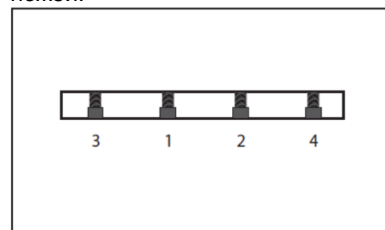

Рис. 40 Последовательность затяжки винтов клина
8. Поверните ножевой вал до первого ножа, с которого вы начали. Слегка затяните все винты, начиная с середины и продвигаясь к концам, чередуя левый и правый (Рис. 40). Повторите этот шаг для остальных ножей.